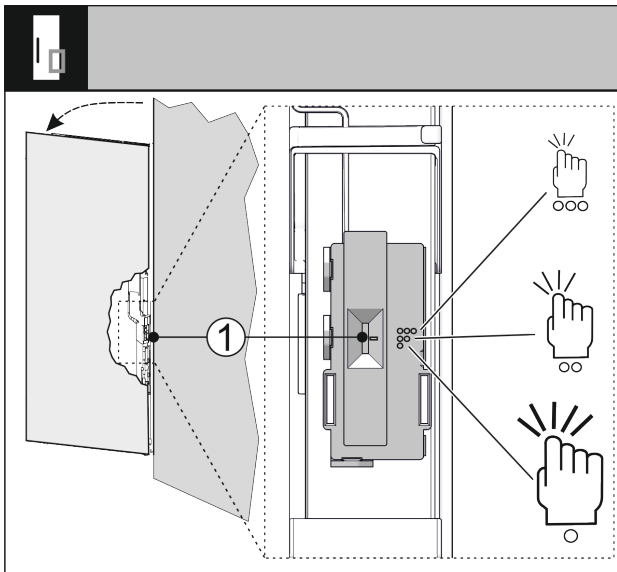

Fig. 71
Чутливість датчика постукування можна налаштувати за допомогою перемикача Fig. 71 (1). Перемикач розташовується з боку петель у нижній третині дверей.
- ▶ Пересуньте перемикач Fig. 71 (1) у потрібне положення.